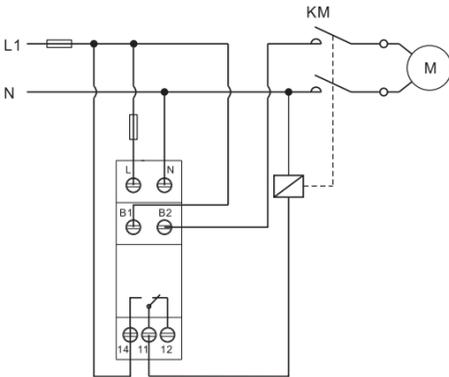

Рис. 2 – Схема подключения однофазного насоса
2. Подключите прибор согласно схеме подключения (рис. 2, 3).